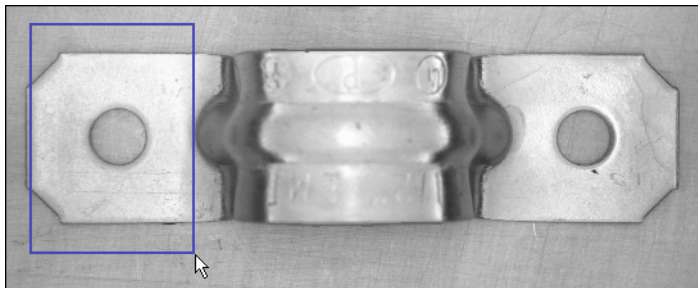

図 4-3 最初の検索範囲の選択
11. 図 4-3 のように、ブラケットの左側に **Rectangle Tool** で ROI を描きます。描く領域は必ず、テンプレートの画像よりも大きく、また解析する他の画像内のテンプレート位置をすべて含むのに十分な大きさになるようにしてください。